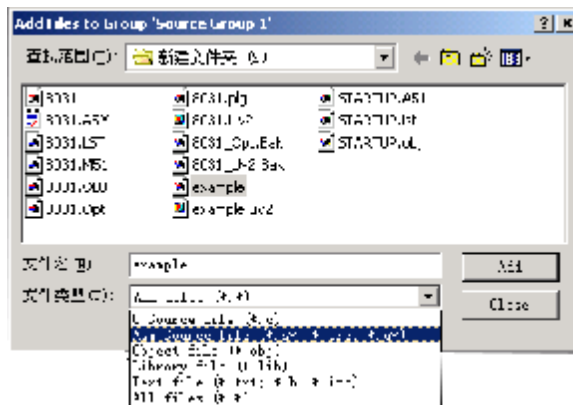

图 1-10 Add Files to Group ‘Source Group1’ 对话框
9) 选择刚才的文件 example.asm, 文件类型选择 Asm Source file (*.C)。如果是 C 文件, 则选择 C Source file; 如果是目标文件, 则选择 Object file; 如果是库文件, 则选择 Library file。最后单击“Add”按钮, 如果要添加多个文件, 可以不断添加。添加完毕后单击“Close”按钮, 关闭该窗口, 如图 1-10 所示